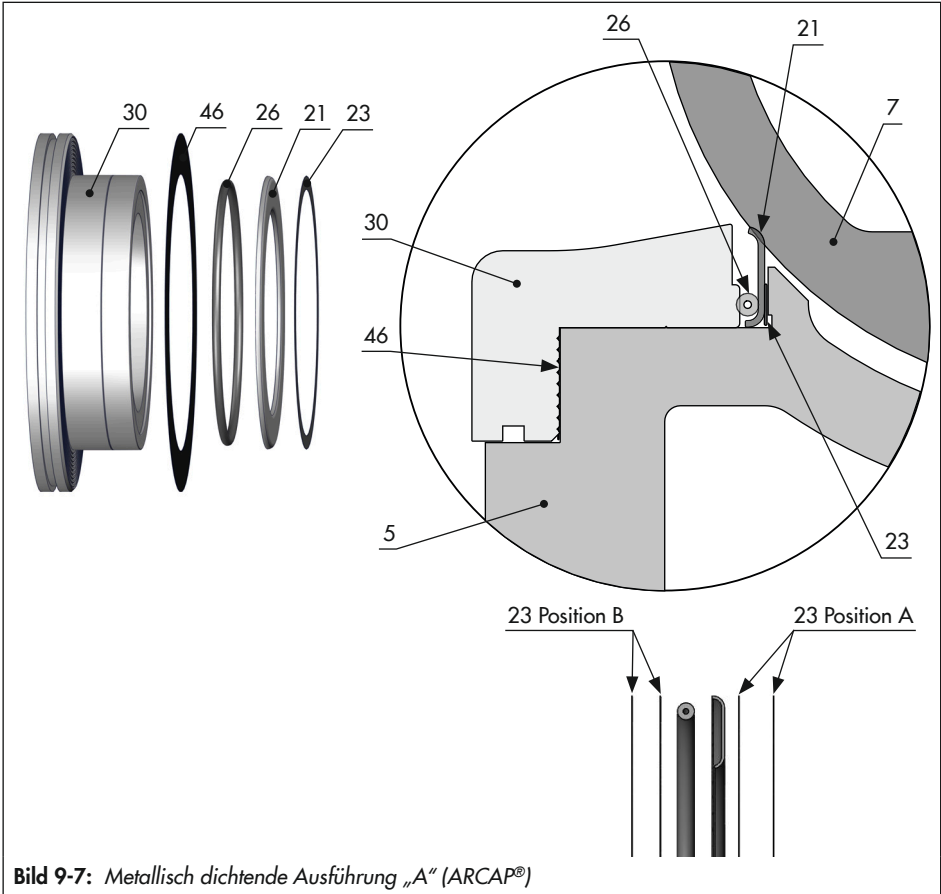

Bild 9-7: Metallisch dichtende Ausführung „A“ (ARCAP®)
Vgl. Bild 9-7
5. Schrittweise Scheibe(n) (23) einsetzen, vgl. Schritt 2.
Die Position der Scheiben (23) kann zwischen Position A und Position B variieren, vgl. Bild 9-7. Die Position ist abhängig von der Leckagerate und dem Losbrechmoment, vgl. Abschnitt b), „Ausführung metallisch dichtend „A“ (ARCAP®)“ auf Seite 9-12.
6. Neuen Sitzring (21) im Gehäuse platzieren. Dabei die korrekte Ausrichtung beachten, vgl. Bild 9-7.
7. Metall-O-Ring (26) einsetzen.
8. Druckstück-Dichtung (46) am Druckstück (30) installieren.
9. Druckstück (30) mit Druckstück-Dichtung (46) in das Ventilgehäuse setzen (vgl. „Tipp“ auf Seite 9-7) und mit Sicherungsschrauben (70) und Scheiben (80) befestigen. Anzugsmomente beachten.